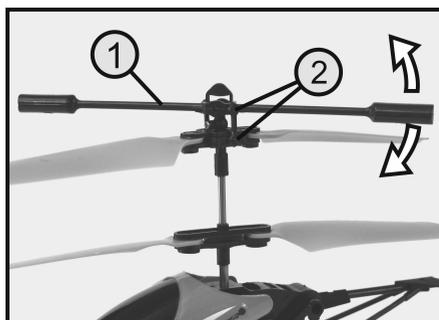

Figura 7
Spostare l'asta di pesatura centrifuga su e giù a mano su un lato (vedi frecce in Figura 7) e verificare che i giunti sferici (2) si muovano agevolmente.